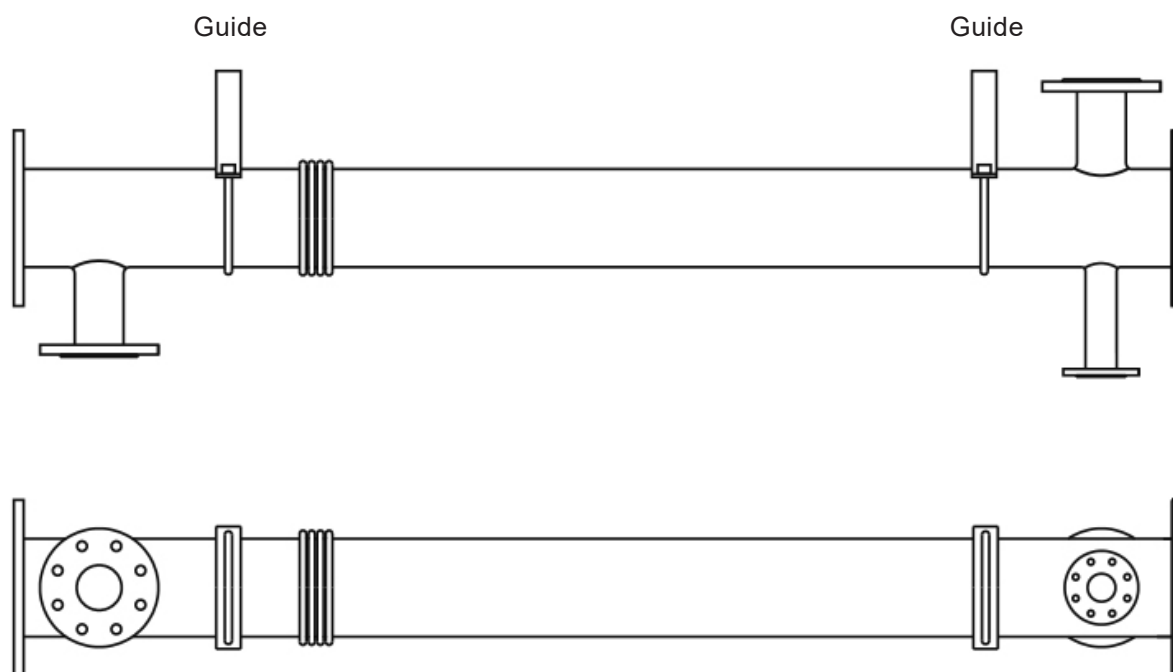

Fig. 6
**Attention :** Seule une extrémité de l'échangeur doit être fixée. L'autre extrémité doit pouvoir se déplacer de façon axiale pour permettre la libre dilatation des tubes due aux variations des températures de service. A cette fin, des guides coulissants (Fig. 6), construits spécifiquement, seront utilisés.